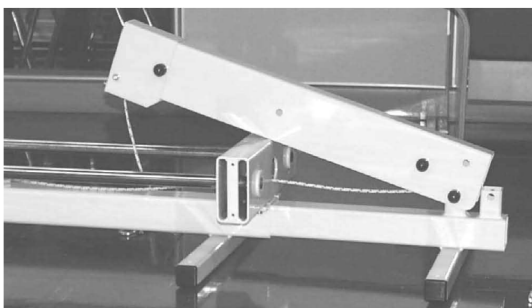
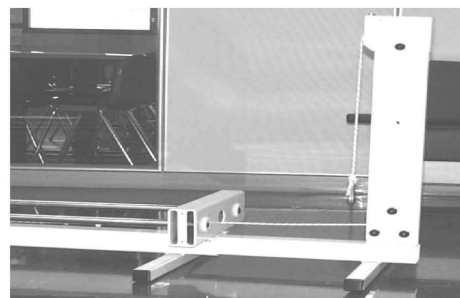

Bild 1.
Bild 2.
- 1 Zunächst bringen Sie den Galgen durch hochklappen in seine Endstellung und befestigen ihn dort mit den Schrauben. Dann schieben Sie das Oberteil ganz in den Rahmen. (Bild 1 und Bild 2)